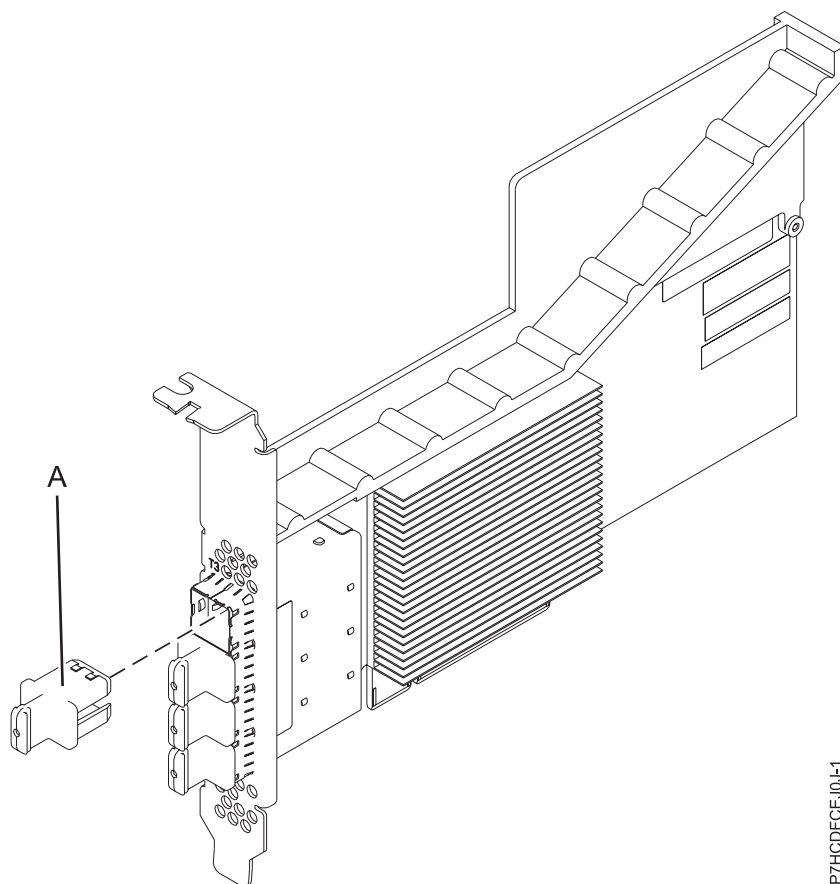

Figure 21. Carte PCIe3 4 ports SAS x8
La carte PCIe3 4 ports SASA x8 est une carte PCI Express (PCIe) SAS RAID de troisième génération, courte et à faible encombrement mais destinée à une installation pleine hauteur. La carte est destinée à des applications SAS (Serial Attached SCSI) hautes performances et haute densité. Elle prend en charge le raccordement d'unité de bande ou DVD SAS à l'aide de quatre connecteurs mini-SAS haute densité (HD) x4 qui permettent d'utiliser les liaisons physiques dans différentes configurations étroites et larges de ports. Le raccordement de bande magnétique n'est pris en charge qu'avec une configuration de carte unique et ne peut pas être combiné avec un disque SAS sur la même carte. L'adaptateur ne dispose pas d'un cache en écriture. La figure 21, à la page 63 illustre la carte PCIe3 4 ports SASA x8.
La figure 21, à la page 63 représente la carte. Le capuchon du connecteur **(A)** est installé dans un port vide et empêche que ce port ne soit endommagé lorsqu'un câble d'un connecteur de port adjacent est branché ou retiré.